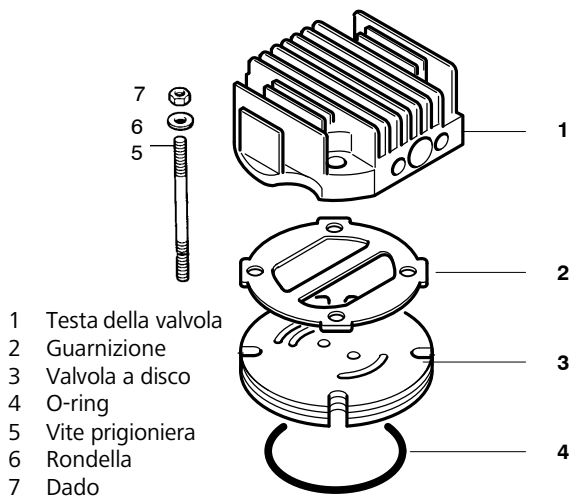

Fig. 40 Testa della valvola del 1° stadio
La valvola di aspirazione e di mandata del 1° stadio è una valvola a disco composta, situata sotto la testa della valvola, vedi Fig. 40.
- Rimuovere i quattro dadi (7) e le rondelle (6) dalla testa della valvola. Estrarre la testa della valvola.
- Rimuovere la guarnizione (2) e la valvola a disco (3).
- Durante il montaggio della nuova valvola, prestare attenzione alla "S" impressa, che indica il lato di aspirazione: questa deve trovarsi in alto ed essere rivolta verso il filtro di aspirazione, come raffigurato in Fig. 40. Le aperture doppie sono rivolte indietro verso l'uscita del radiatore. Il tramezzo della guarnizione (2) separa l'apertura di ingresso dalle due aperture di uscita della valvola di mandata.